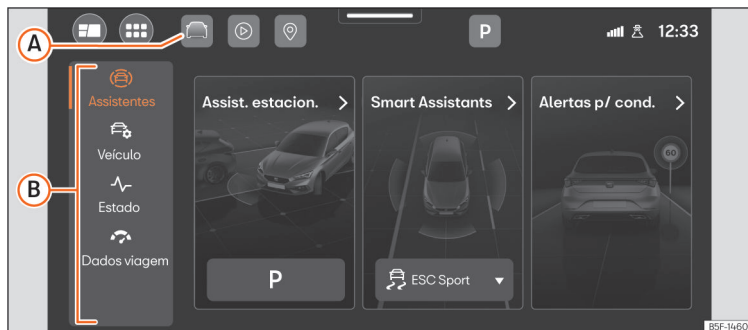

Fig.13 Representação esquemática: Assistentes e ajustes do veículo.
Pressionando  »» **Fig. 13 (A)**, ou, no menu principal, **Ajustes do veículo**, abre-se o menu dos assistentes e ajustes do veículo. Em seguida, pressionando um dos menus situados na zona esquerda **(B)**, no ecrã mostra-se o menu de ajustes ou de assistentes selecionado.